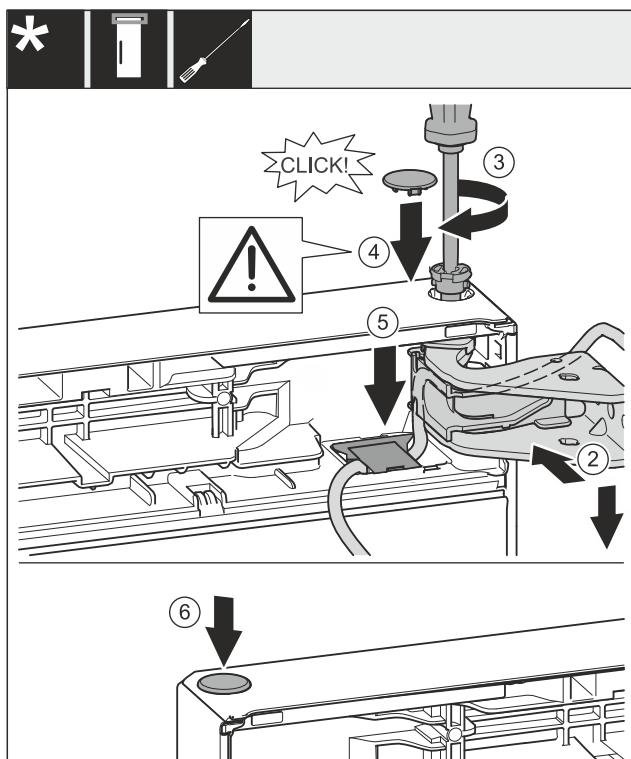

Fig. 31
- Dvere hore vyrovnejte s otvorom v ložiskovej konzole. Fig. 31 (2)
- Vložte čap a pevne ho priskrutujte skrutkovačom T15. Fig. 31 (3)
- Namontujte poistný kryt pre poistku dverí: nasadťte poistný kryt a skontrolujte, či prilieha ku dverám. Inak čap vložte úplne. Fig. 31 (4)
- Nasadťte kryt a zatlačte nadol, kým nezapadne. Fig. 31 (5)
- Nasadťte zátku. Fig. 31 (6)